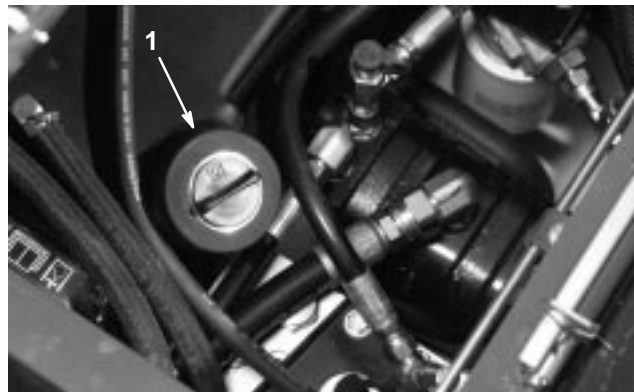

Bild 5
3. Reinigen Sie den Bereich um den Füllstutzen und den Deckel des Hydraulikölbehälters (Bild 5). Drehen Sie den Deckel vom Füllstutzen ab.